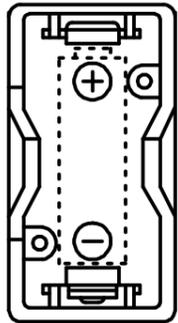

図6
乾電池は単2乾電池を底に記載されている方向に + - を合せて入れてください。(図6)
- 乾電池の交換は一年間に一回おこなってください。(図6)